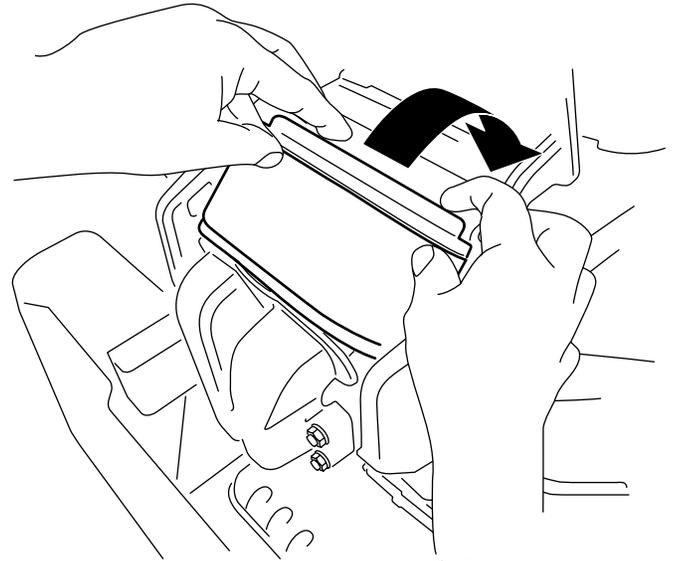

Figura 43
3. Introduzca el filtro en la cámara, girándolo para asentarlo correctamente contra el colector (Figura 43).